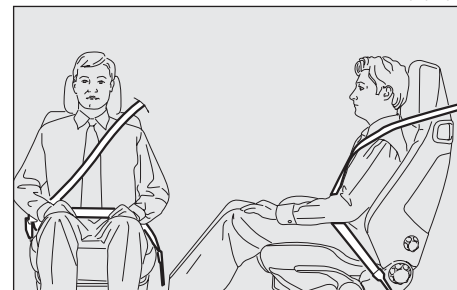

fig. 39
*La sangle de la ceinture ne doit pas être entortillée. La partie supérieure doit passer sur l'épaule et traverser la poitrine dans le sens diagonal. La partie inférieure doit adhérer au bassin (fig. 39) et non pas à l'abdomen du passager. Ne pas utiliser de dispositifs (pinces, arrêts, etc.) qui empêchent l'adhérence au corps des passagers.*